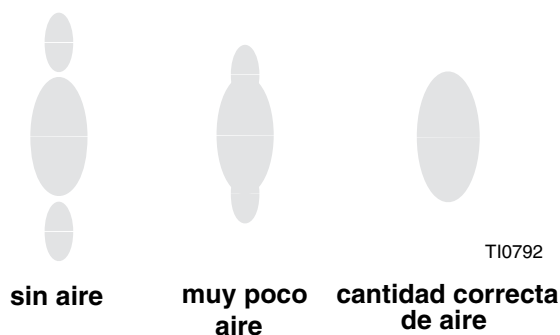

FIG. 11: Patrón de pulverización correcto
4. Conecte el aire de atomización y fije la presión de aire en 70 kPa (0,7 bar, 10 psi) aproximadamente. Verifique el patrón de pulverización y luego ajuste la presión de aire hasta que las colas estén completamente atomizadas y retraídas al patrón de pulverización. Vea la FIG. 11. No exceda 0,7 MPa (7 bar, 100 psi) de presión de aire a la pistola.